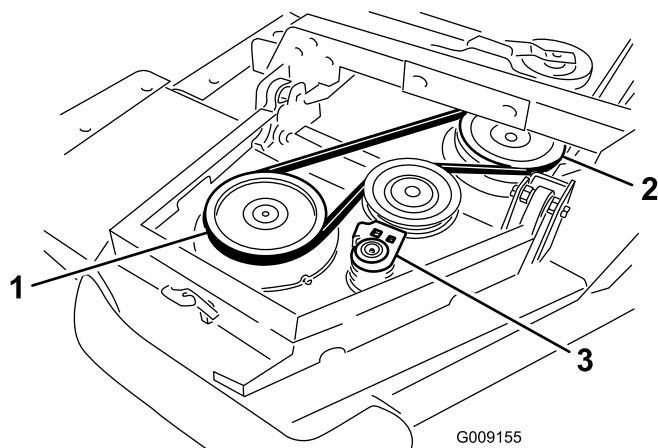

図 5
A. まず、ウイングレットのスピンドルプーリから前デッキのスピンドルプーリにベルトを掛ける 図 5。
- B. ラチェットレンチのようなものを使って、アイドラプーリをプーリから引き離す 図 5。